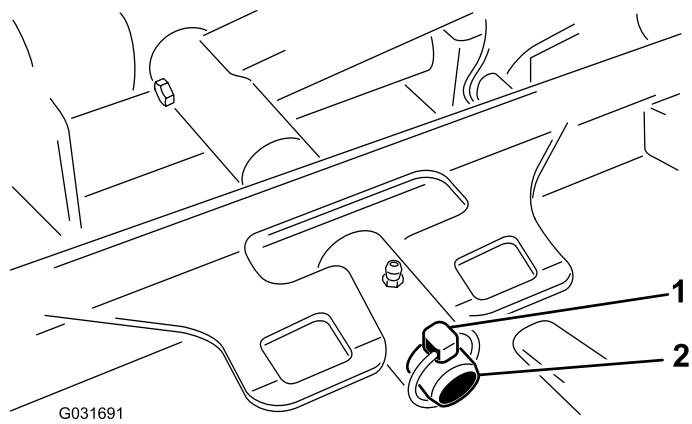

Bild 80
3. Entfernen Sie den Klappstecker, mit dem der Mähwerk Trägerrahmen am Gelenkstift des Hubgestänges befestigt ist (Bild 80).
3. Schieben Sie den Mähwerkträgerrahmen auf den Lagerbolzen des Hubarms und befestigen Sie ihn mit dem Klappstecker (Bild 80).